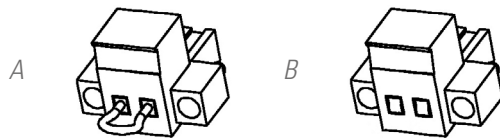

Fig. 4. Connecteur pour EPO externe.
- Soit en retirant le connecteur femelle de la prise où il est inséré. Ce connecteur est relié à un câble de liaison qui ferme le circuit (voir Fig. 4-A).
- Soit en appuyant sur le bouton-poussoir externe à l'équipement et appartenant à l'utilisateur, installé entre les bornes du connecteur (voir Fig. 4-B). La connexion du bouton-poussoir doit être sur le contact normalement fermé -NF-, de sorte qu'il ouvre le circuit lorsqu'il est actionné.